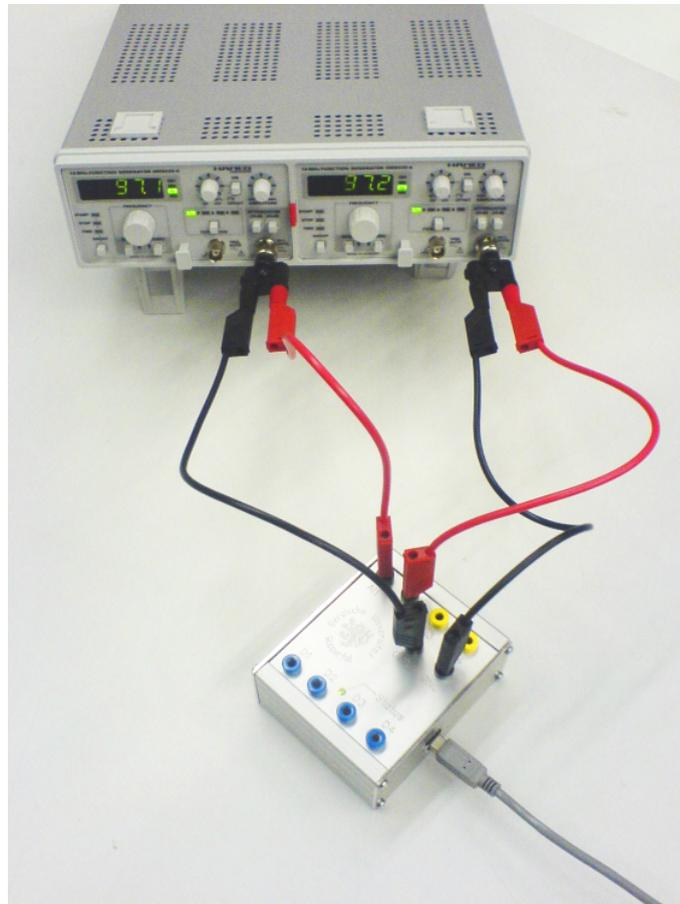

Abbildung 3: Anschluss zweier Funktionsgeneratoren an die Buchsen A1 und A2
- Generatoren über Bananenstecker-Kabel an die USB-Box anschließen (z.B. über die Eingänge AI1 und AI2 – vgl. Abb. 3);